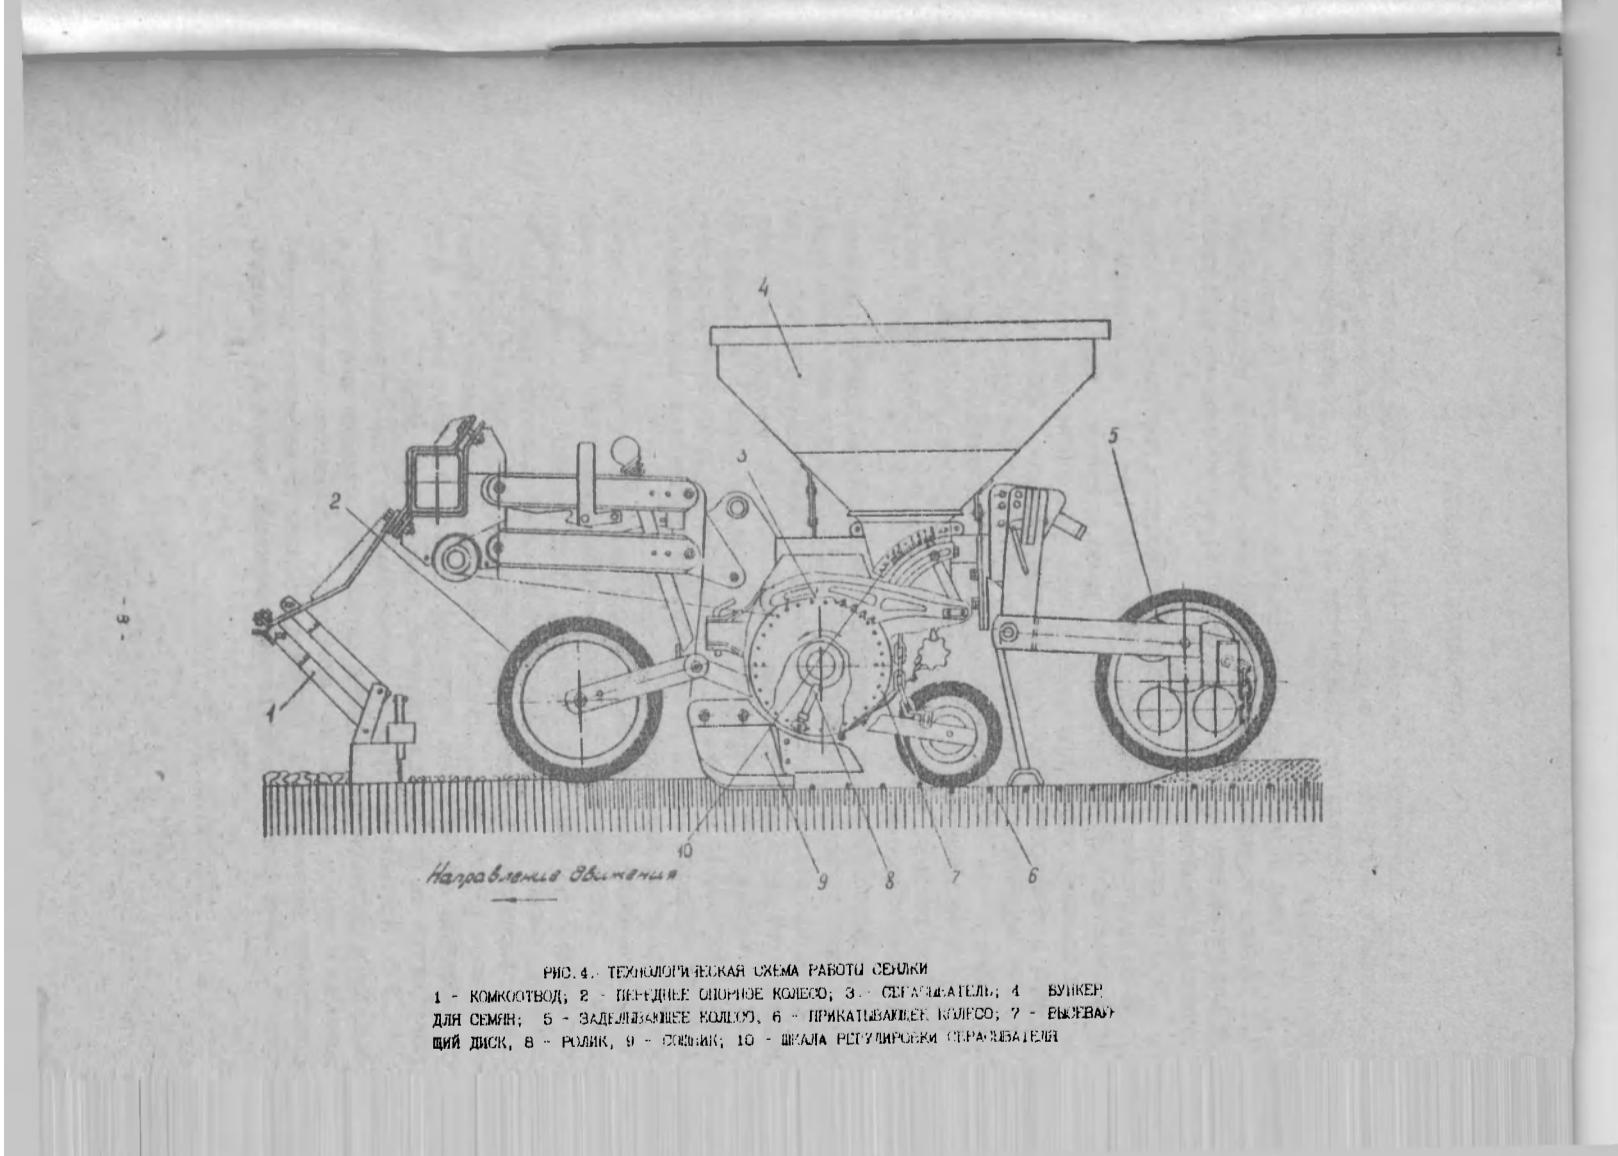

Рис.4. Технологическая схема работы сеялки
2.4 Технологическая схема работы сеялки представлена на рис.4. Принцип работы сеялки заключается в следующем: